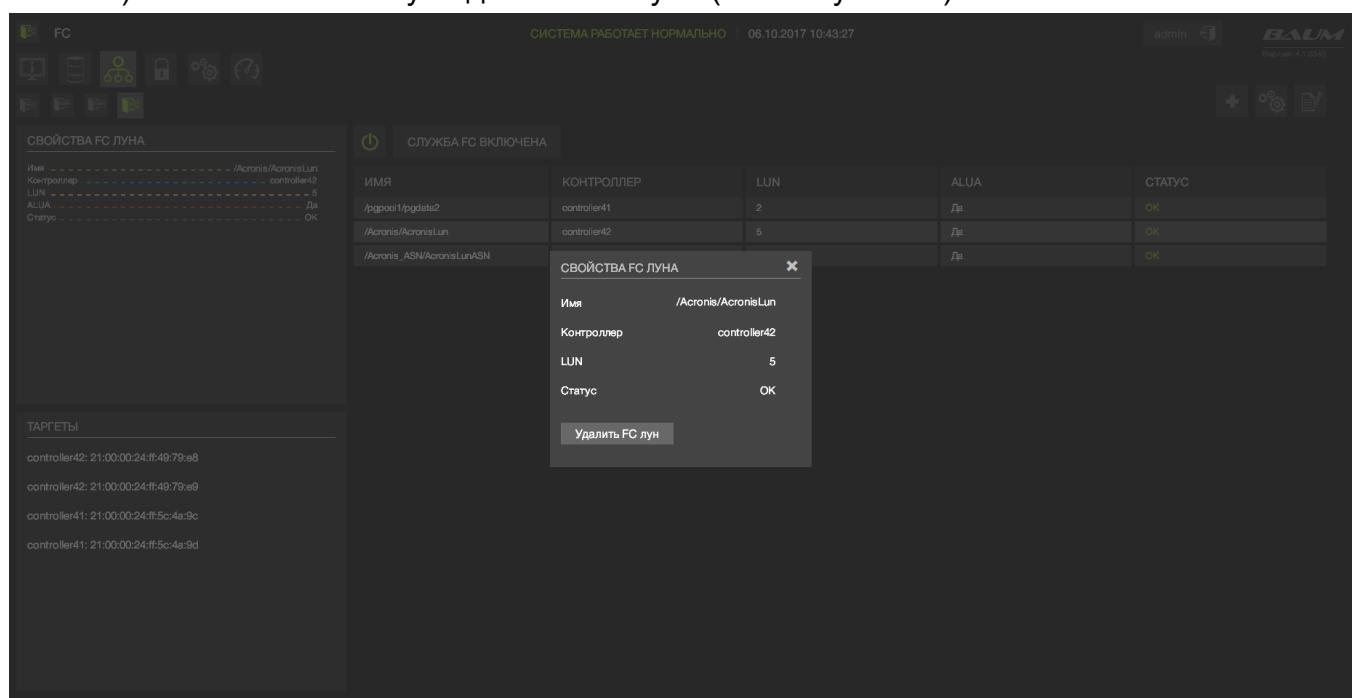

Рисунок 49 – Удаление LUN
- 4) Нажать на кнопку «Удалить FC лун» (см. Рисунок 49)